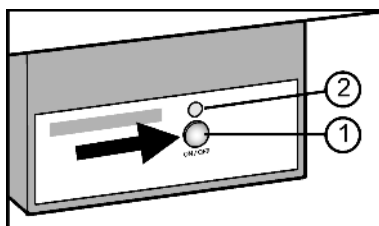

Fig. 11
- ▶ Druk op de toets On/Off Fig. 11 (1), zodat de LEDs Fig. 11 (2) branden.